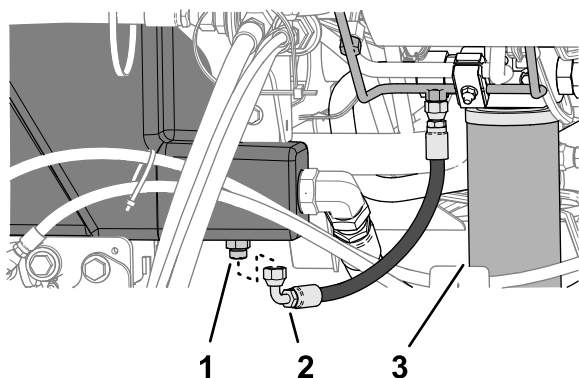

Figura 104
2. Coloque um grande recipiente de drenagem por baixo da união reta (Figura 104) do depósito hidráulico.